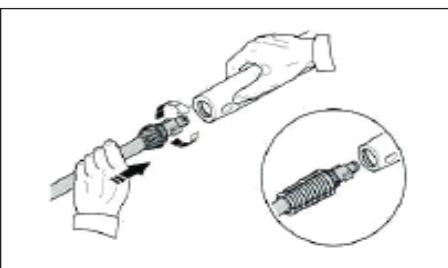

Figura 10 – Conecte la lanza a la pistola.
8. Conecte la lanza a la pistola (ver la figura 10).